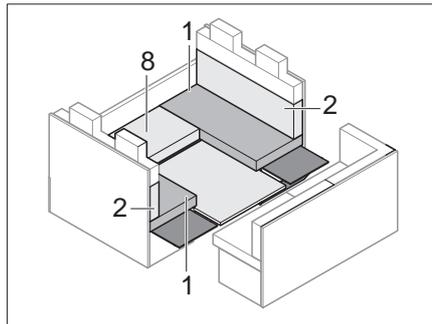

Bild 161 Während des Umbaus
- Sitzpolster (Bild 161,8) und den Unterbau entfernen.